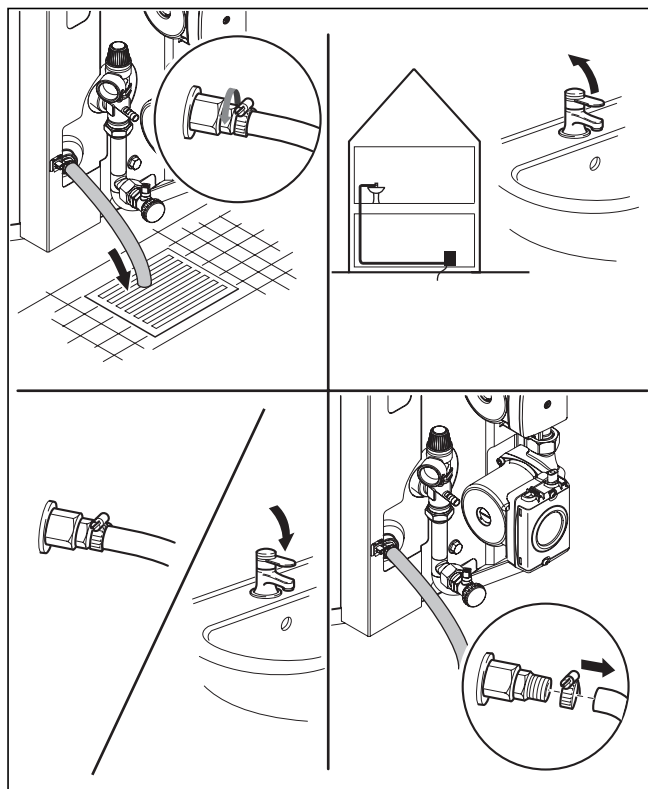

Fig. 4.8 Vidange du ballon
- Fixez un tuyau adéquat à la soupape de vidange du ballon (Fig. 4.8).